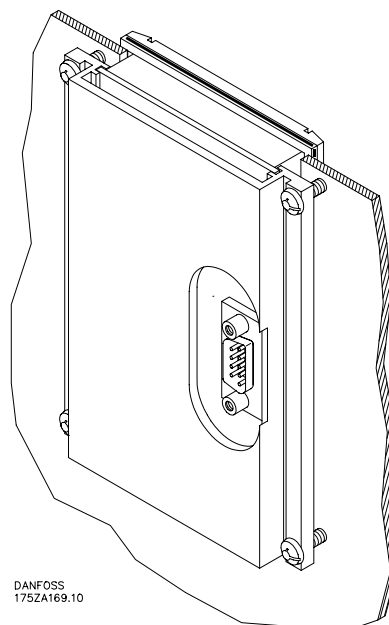

Fig. 4 / Abb. 4
3. Monter betjeningsenheden i udskæringen i tavlen. Montageskinner sættes på betjeningsenheden og kan nu fastgøres med de fire skruer. Betjeningsenheden tilspændes til maximum 0.5 Ncm. Se fig. 4.
3. Mount the control unit in the panel hole. Place the mounting rails on the control unit and fasten it with the four screws. Fasten the control unit to max. 0.5 Ncm. See fig. 4.
3. Die Fernbedieneinheit im Türausschnitt anbringen. Die Montageschiene über die Fernbedieneinheit schieben und sie mit den vier Schrauben befestigen. Achtung! Die Fernbedieneinheit mit den 4 Schrauben M3x12 vorsichtig befestigen. Schrauben nur handfest anziehen. Siehe Abb. 4.